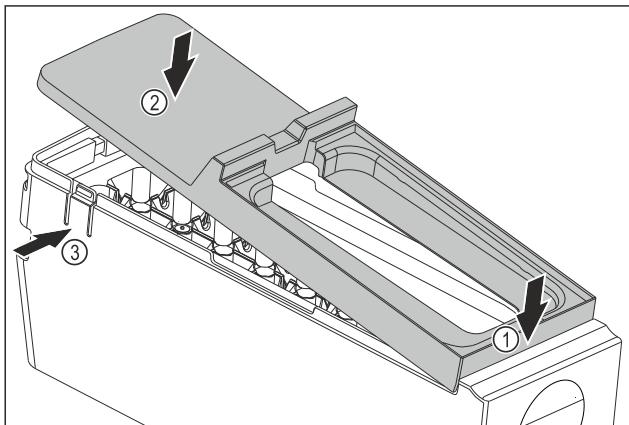

Fig. 134
- Montirajte pokrov glavnega dela EasyTwist-Ice: Pokrov spredaj namestite. Fig. 134 (1)
- Pokrov zasad spustite. Fig. 134 (2)
- Pokrov se slišno zaskoči v obe sponi Fig. 134 (3).